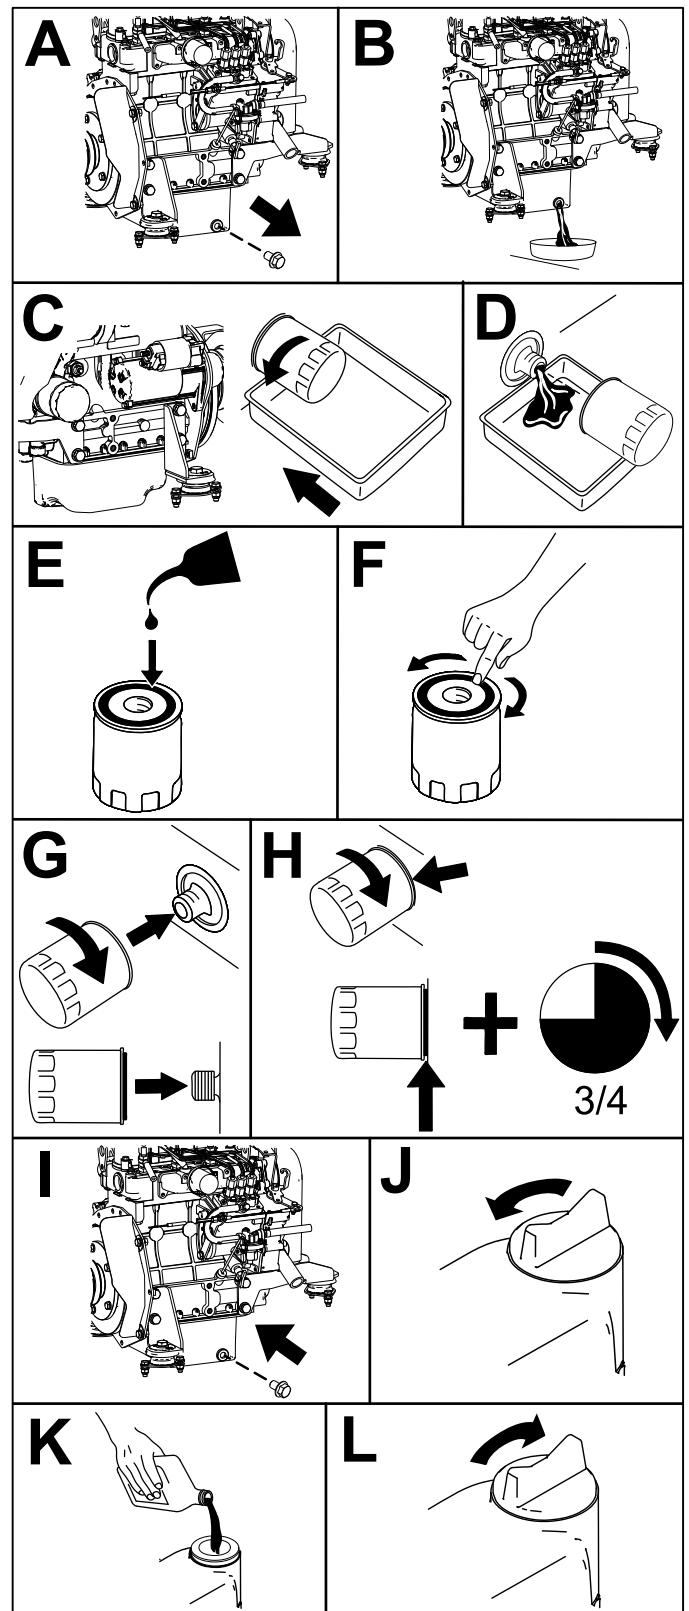

Figure 58
6. Vidangez l'huile moteur et remplacez le filtre à huile moteur comme montré à la Figure 58.